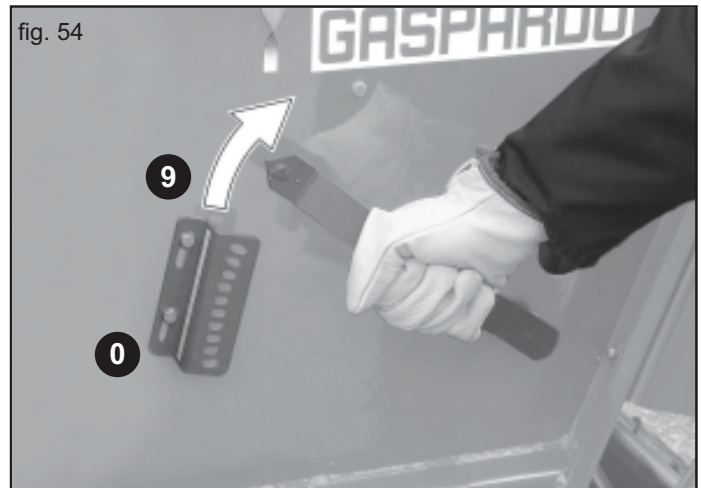

fig. 54
- Bei größeren Mengen wird empfohlen, die Kurbel am Getriebe zu verwenden, um die Rührwellenachse zu drehen und um somit die in die Sammelbehälter abgegebene Menge zu kontrollieren. Bei kleineren abzulassenden Mengen ist der Dosiererhebel über die Position 9 hinaus zu verschieben (Abb. 54).